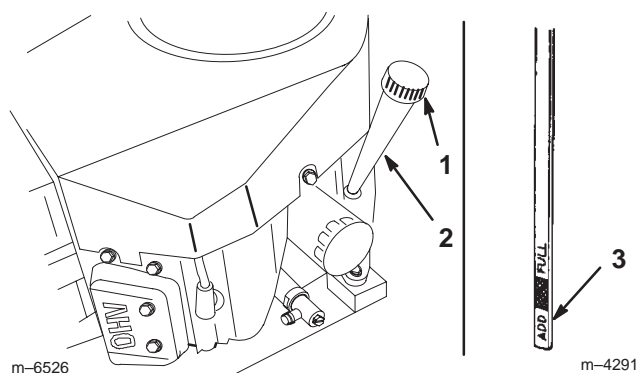

Figure 27
2. Nettoyez la surface autour de la jauge d'huile (Fig. 27) pour éviter que des impuretés ne s'introduisent dans le goulot de remplissage, ce qui risquerait d'endommager le moteur.
3. Dévissez la jauge d'huile et essuyez soigneusement l'extrémité métallique (Fig. 27).
4. Remettez la jauge complètement dans le tube de remplissage sans la visser (Fig. 27). Sortez de nouveau la jauge et examinez l'extrémité métallique. Si le niveau est bas, versez lentement une quantité d'huile suffisante dans le goulot de remplissage pour amener le niveau au repère du plein (**full**) sur la jauge.
6. Nettoyez la surface autour du bouchon de jauge d'huile et dévissez le bouchon (Fig. 27).
7. Versez lentement environ 80% de la quantité d'huile spécifiée dans le goulot de remplissage (Fig. 27) (voir Changement de l'huile moteur et du filtre, page 28).